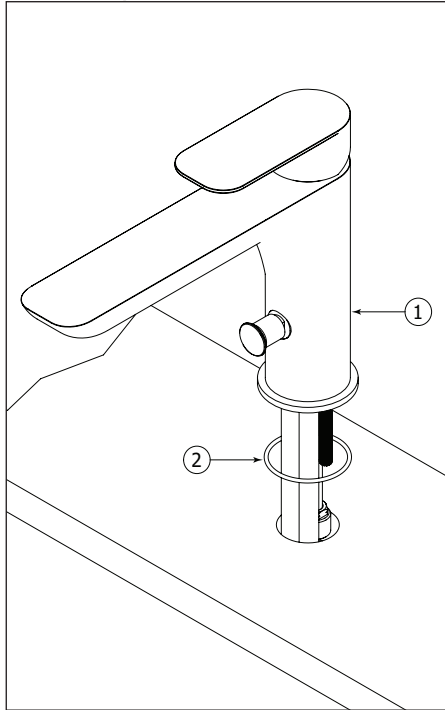

Fig.1
Screw the water supply hoses to the faucet, place the rubber ring (2) against the spout body. (fig.1) Insert the faucet flexible hoses into the hole of your bath or deck. Place the rubber washer (2), metal washer (1) on the rod and secure the faucet body with metal nuts (3).
Visser les tuyaux d'alimentation en eau au robinet, placer l'anneau en caoutchouc (2) contre le corps du bec. (Fig. 1). Insérez les tuyaux flexibles du robinet dans le trou de votre bain ou votre comptoir. Placer la rondelle en caoutchouc (2), la rondelle métallique (1), sur la tige et fixer le corps du robinet avec l'écrou métallique (3).